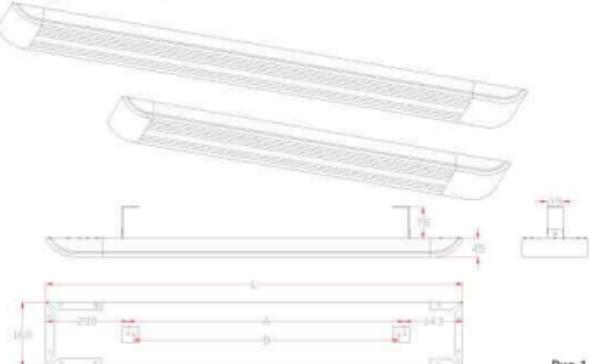

Рис. 1
Габаритные размеры инфракрасного обогревателя согласно рис. 1 приведены в таблице 2.
3. В соответствие с рис. 1, 2 и таблицами 3, 4 определите место установки обогревателя на потолке или на потолочных конструкциях с соблюдением минимальных расстояний от предметов и минимального расстояния от пола.